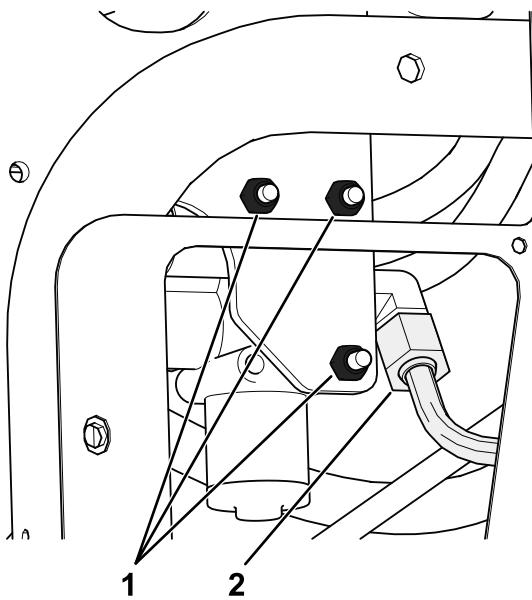

Рисунок 5
- Снимите 3 болта и гайки, которые крепят имеющийся клапан подъема к раме, и отсоедините его от рамы, чтобы можно было снять тройник (340-94), как показано на Рисунок 5.